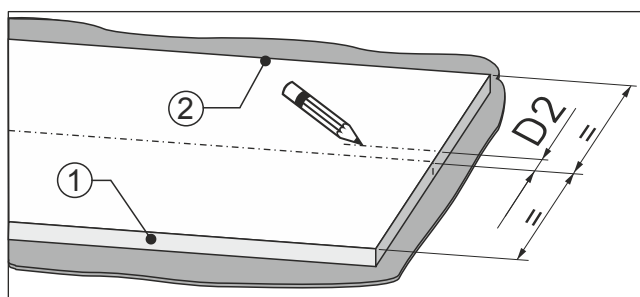

Fig. 96
- Od středu čela nábytku změřte rozměr Fig. 96 (D2) směrem ke straně dveřního dorazu Fig. 96 (2).